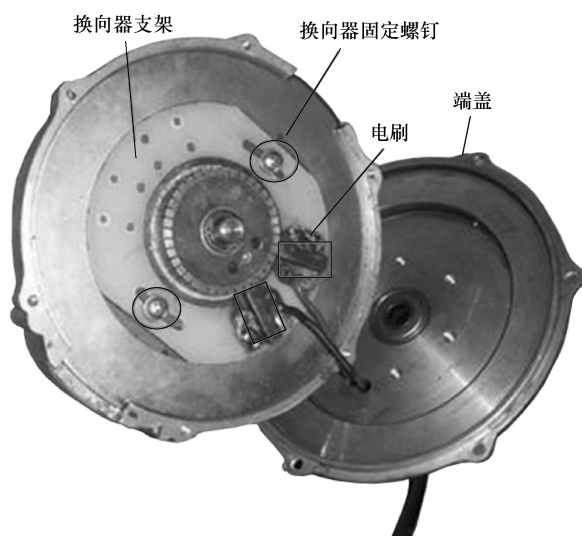

图 6-50 拆卸电动机带引线一面操作步骤示意图
6) 将电动机翻转，用十字螺钉旋具拧下电动机端盖几颗固定螺钉（电动机带引线的一面），即可打开电动机端盖。然后，拧下固定换向器的两颗螺钉取出换向器支架，也可焊下电刷，如图 6-50 所示。